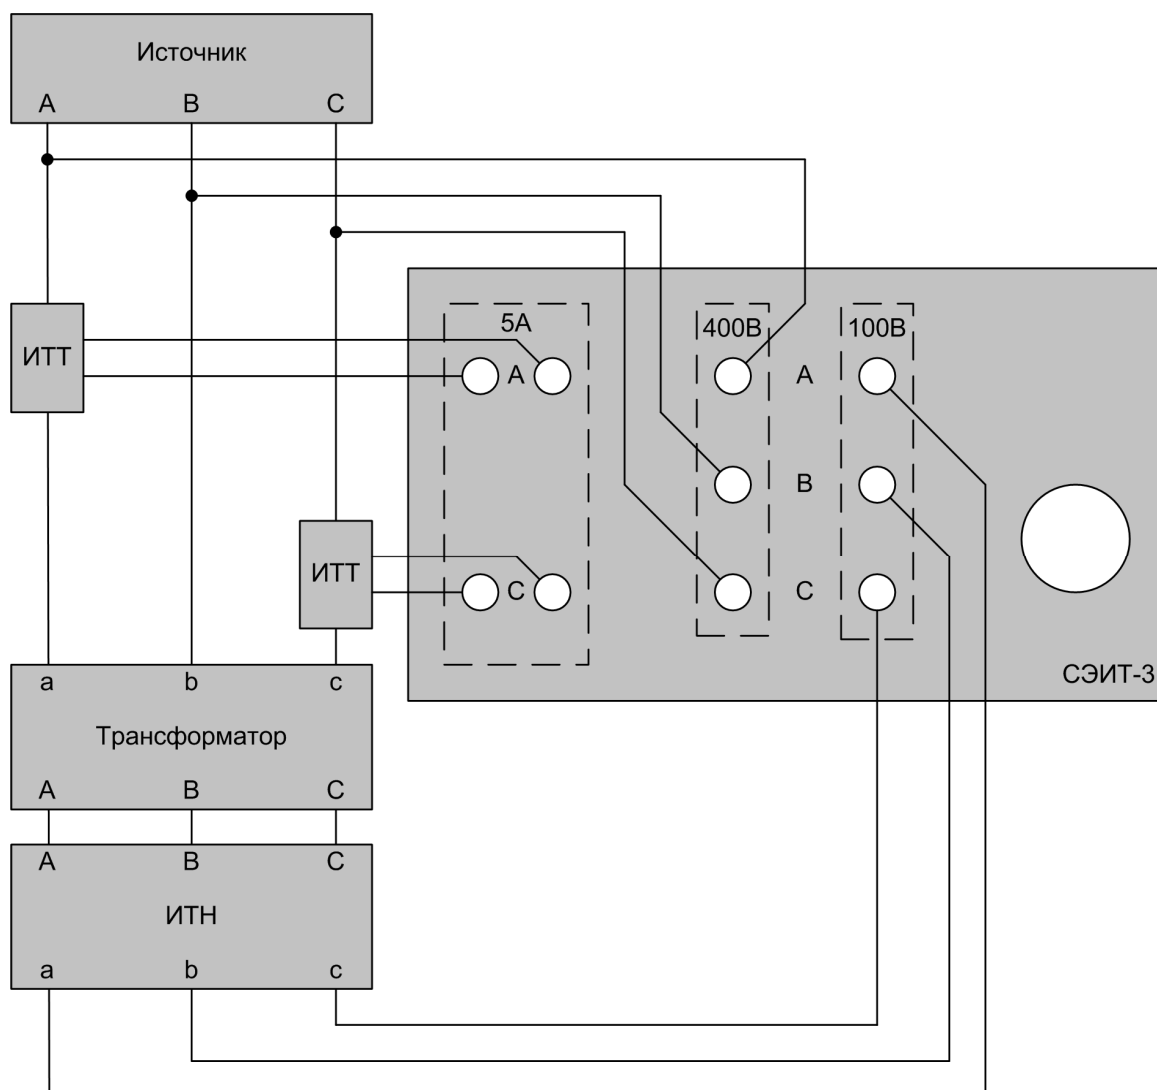

Рис. 5
2.5.1. Для проведения опыта XX нужно собрать измерительную схему рис. 5. **Внимание: нулевой провод не подключается!!**
2.6.1. Проверка КТ и группы соединения проводится на измерительной схеме для опыта XX, см. рис. 5.